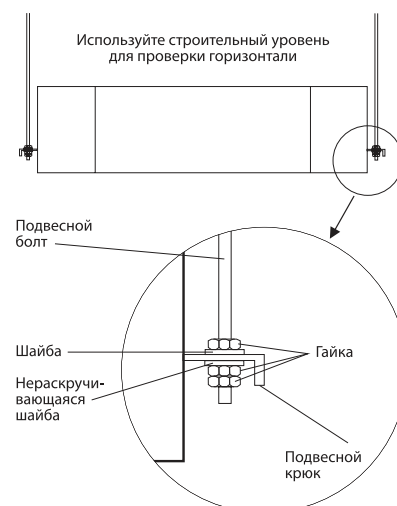

Рисунок 31 - Крепление подвесных болтов к внутреннему блоку
- Отрегулируйте относительное положение подвесных болтов таким образом, чтобы блок был расположен горизонтально со всех сторон. Для проверки горизонта воспользуйтесь строительным уровнем. Неправильная установка внутреннего блока может привести к утечке воды, воздуха и т.д. (см. рис. 31).